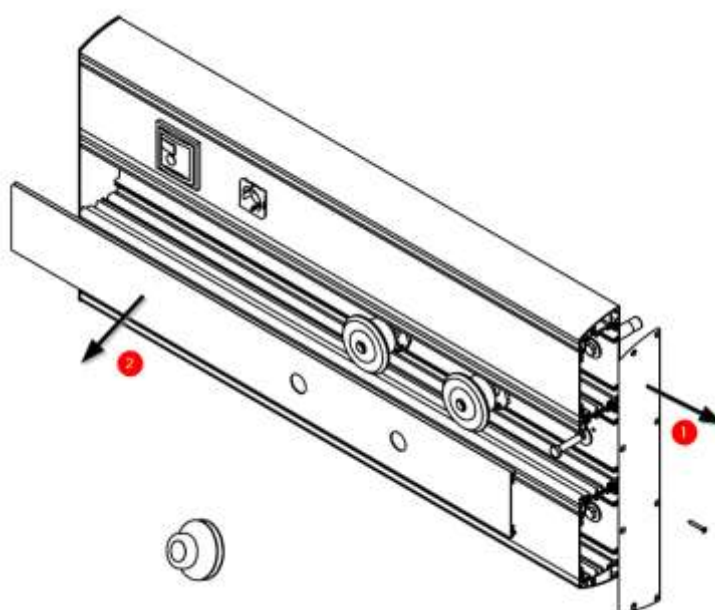

Fig. 2 Verwijderen van de zijwand en vervolgens van de voorkant van het gascircuit
Bij apparatuur voor gebruik boven de grond waarvoor apparatuur met PVC-zijpanelen is aangevraagd, moet ten minste één zijpaneel (1) worden verwijderd voordat het deksel van het gascircuit (2) wordt verwijderd (zie afb. 2).